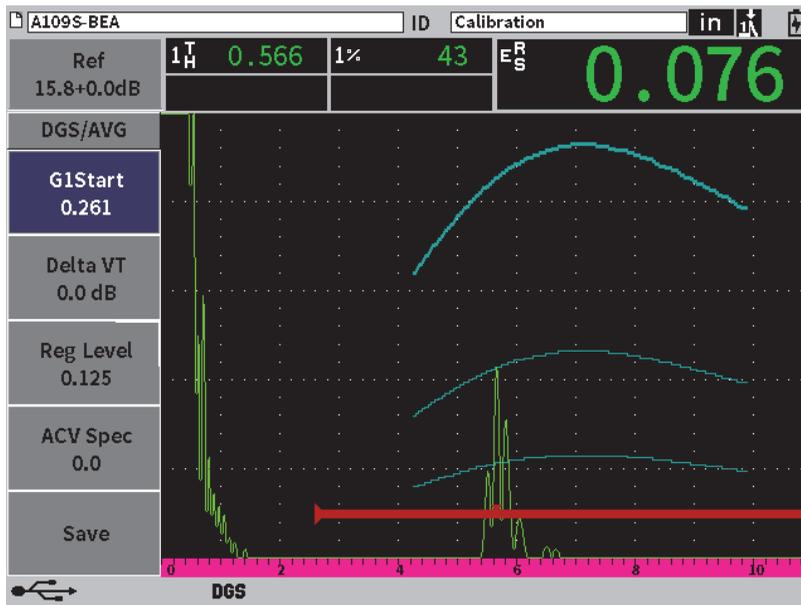

Figure 11-21 Courbes DGS/AVG à l'écran
Après la capture du réflecteur de référence, l'EPOCH 6LT calcule automatiquement la ou les courbes DGS/AVG et les affiche au niveau d'enregistrement approprié à l'écran (voir Figure 11-21 à la page 202).
1. Dans le sous-menu DGS/AVG, appuyez sur la touche de tabulation pour sélectionner le paramètre **Delta VT** (voir Figure 11-21 à la page 202).